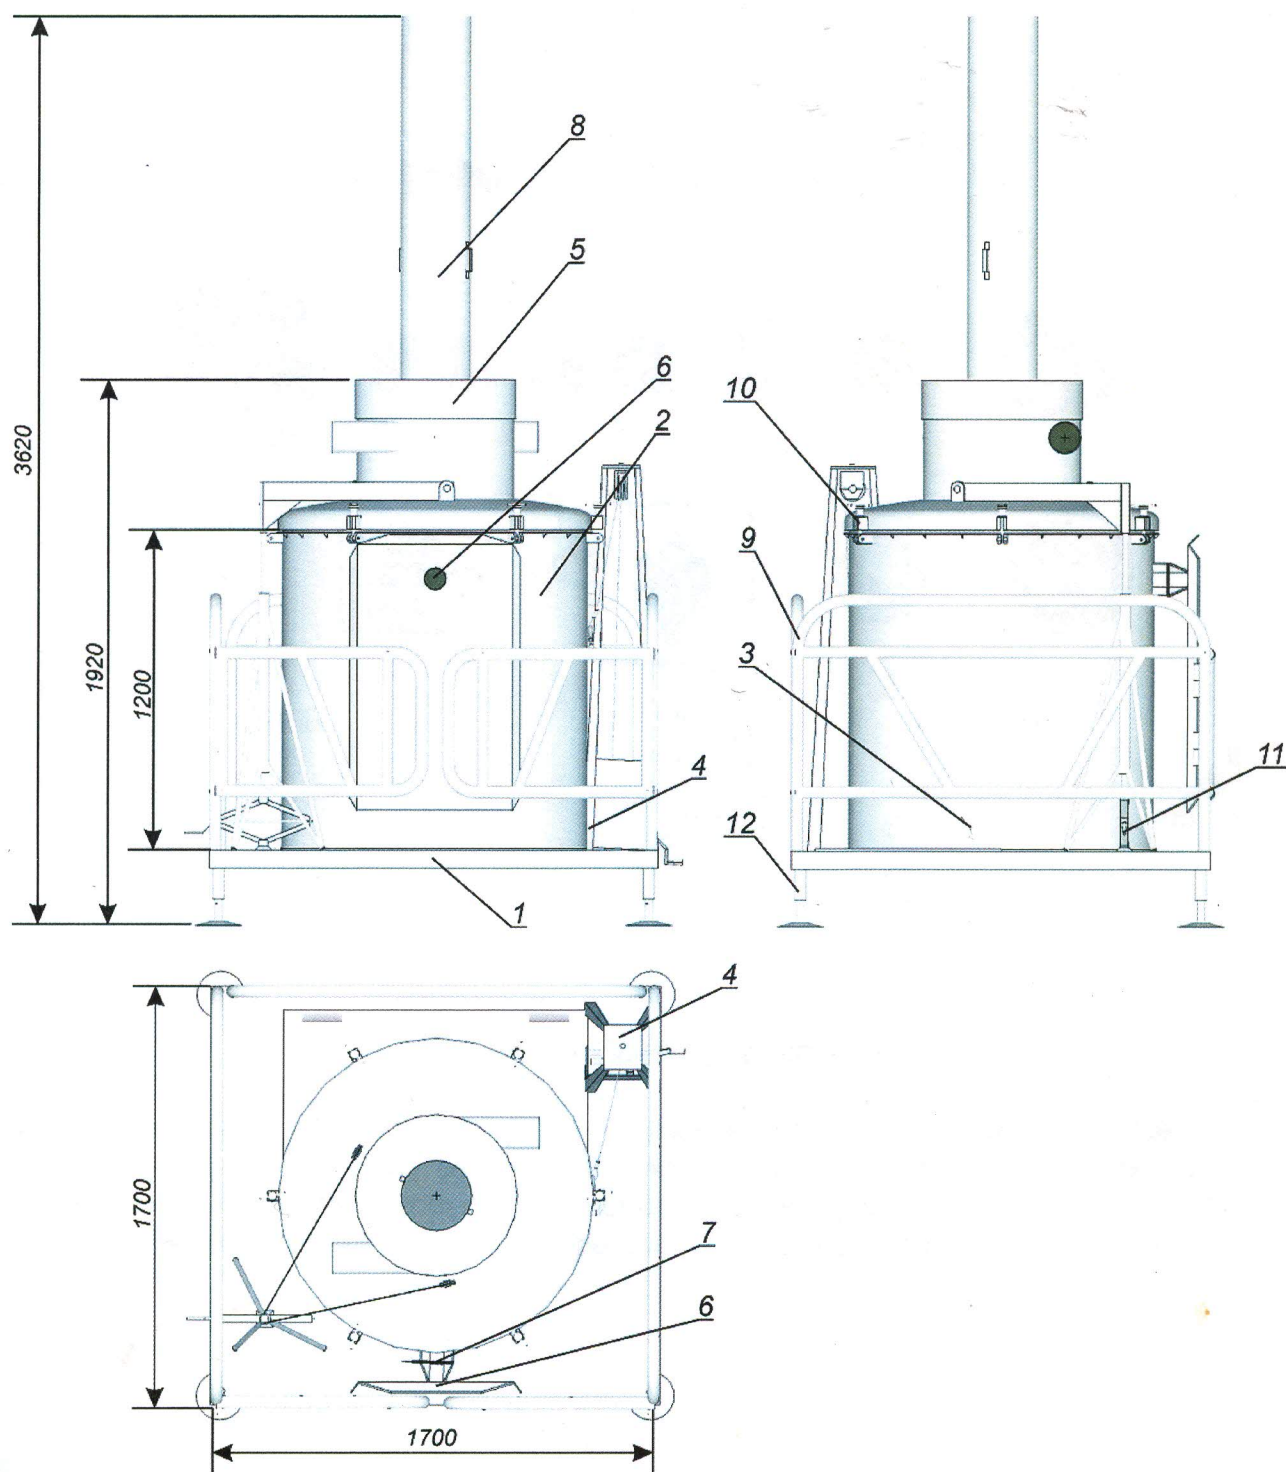

Рис.2. Общий вид камеры сжигания в сборе:
2.2.3. Камера дожигания предназначена для дожигания несгоревших в камере сжигания частиц и газов. Камера дожигания (п.5. рис.2), расположена на внешней стороне крышки. Поверхность крышки выполнена в виде торосферы и оборудована смотровыми отверстиями. Конструкция камеры дожигания позволяет создать в верхней части установки центробежный воронкообразный поток воздуха, который интенсифицирует процесс сжигания отходов. Температура горения при этом превышает  $1000^{\circ}\text{C}$ , что обеспечивает практически полное их сгорание. На входе в камеру дожигания установлен дефлектор. Дефлектор отклоняет поток несгоревших частиц и газов, поднимающихся через центр газовой воронки к периметру камеры дожигания, где они перемешиваются с входящим воздухом. Температура в камере дожигания повышается до  $1100^{\circ}\text{C}$ , благодаря чему сводится к минимуму содержание загрязняющих веществ в отходящих газах. Газообразные продукты сгорания выходят через выпускное отверстие, над которым установлена искрогасящая сетка. Искрогасящая сетка предотвращает вылет мелких несгоревших частиц из установки.
4.3. С помощью регулировочных винтов выровнять установку по горизонтали и вертикали (п12. рис.2) обеспечить вертикальное расположение камеры сжигания.